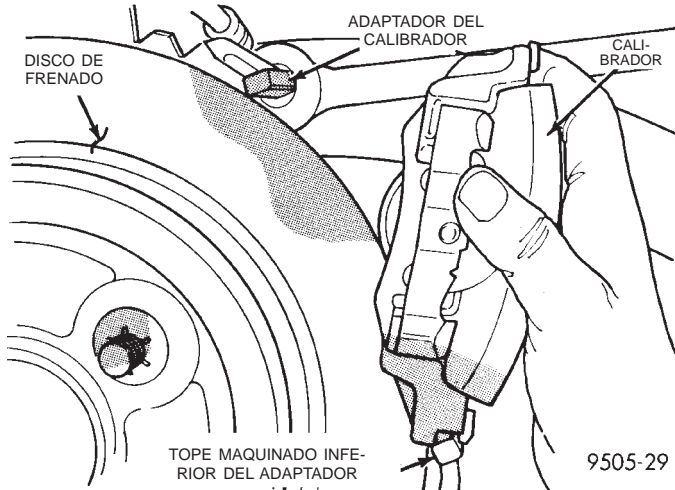

Fig. 75 Desmontaje/Instalación del conjunto de calibrador del adaptador
(4) Retire el conjunto de calibrador del adaptador y el rotor, haciendo girar primero el extremo libre del calibrador para separarlo del adaptador. Después deslice el extremo opuesto del calibrador para sacarlo de abajo del tope maquinado del adaptador (Fig. 75).
(7) Baje cuidadosamente el calibrador y los conjuntos de zapatas de freno sobre el disco de frenado (rotor), invirtiendo el procedimiento de desmontaje requerido (Fig. 75). Asegúrese de que los pernos del pasador guía del calibrador, los casquillos y los manguitos queden separados de los topes del adaptador.